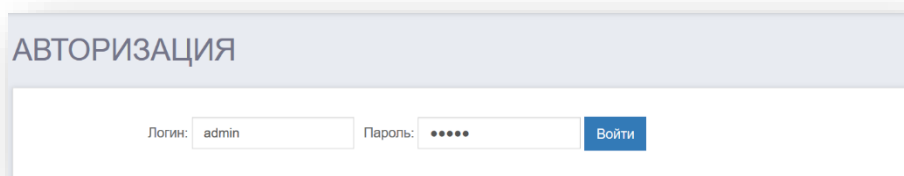

Рисунок 13.2 – Окно авторизации в Web-интерфейсе
13.1.3.3 В Web-браузере отобразится окно авторизации в Web-интерфейсе (рисунок 13.2).